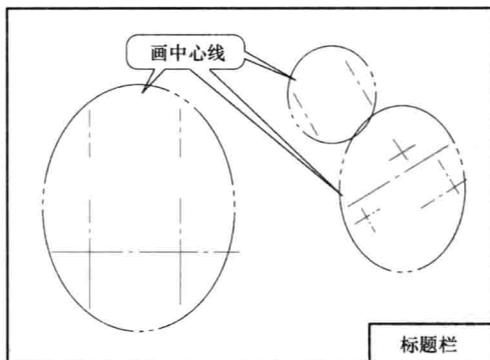

图 1-7 画中心线
1) 在形体分析的基础上,根据已知图样,对照发动机前吊耳立体图,进行视图布置,用 HB 铅笔画出中心线,如图 1-7 所示。